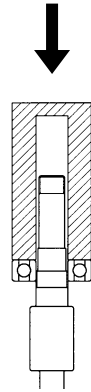

図 17
- (1) 1個目の出口側ベアリング⑳を、ベアリング番号が記入されている面を手前（プーリ側）にして、シャフト⑥の段付部まで完全に圧入する。次に、2個目の出口側ベアリング㉑を、ベアリング番号が記入されている面同士を合わせるようにして圧入する。（図17）
- (2) ベアリングワッシャ㉒、ベアリングナット㉓を取り付ける。
- (3) 出口側ベアリング㉑にグリスを充填する。（グリスへの異物混入注意）
- (4) 出口側ベアリング㉑を出口側ベアリングボックス㉔に挿入する。
- (5) 出口側ベアリングボックス㉔にベアリングブラケット㉕とベアリング押さえ㉖とフート㉗を取り付ける。
- (6) ヒートファン㉘を取り付ける。
- (7) ベアリングブラケット㉕とパッキンボックス㉙をファンケース(A)①に取り付ける。
- (8) ファンキー㉚を取り付ける。
- (9) ファン④、デフレクタ⑤、ファンケース(B)②の順で全てのファン④まで組み立てる。